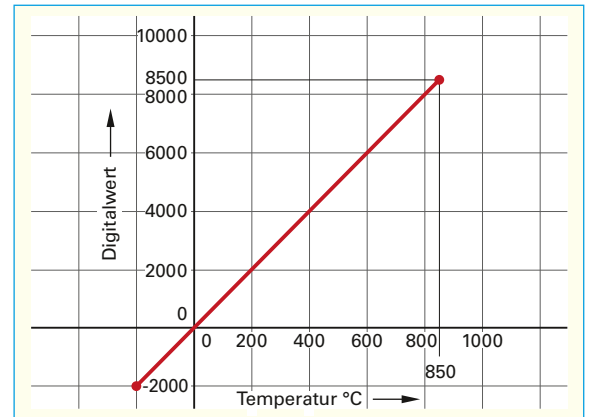

Bild 1: Sensorkennlinie
b) Zeichnen die Sie vollständige Sensorkennlinie in **Bild 1** ein.